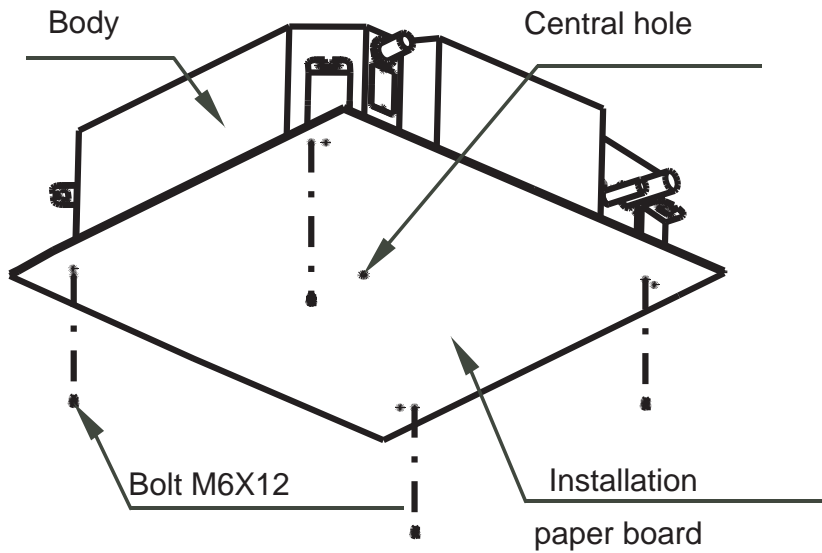
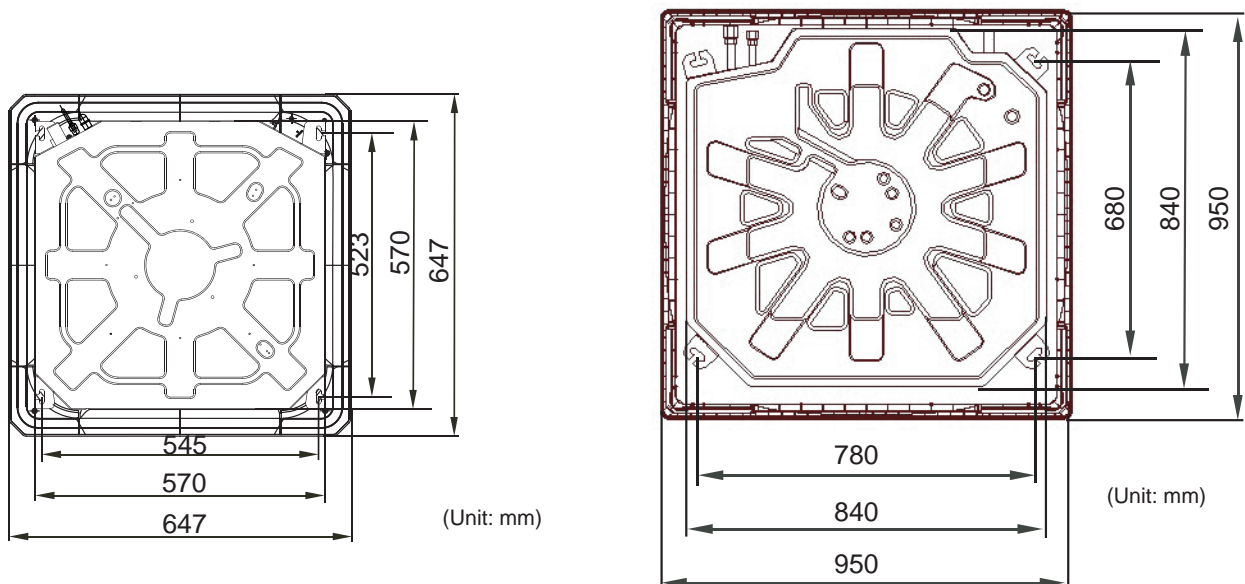

Fig.6
Fig.7
1. Utilizzare il profilo d'installazione (fornito con il pannello) per decidere la posizione delle viti di sospensione. La Fig.6 , e la Fig 7 illustrano i rapporti fra le dimensioni.